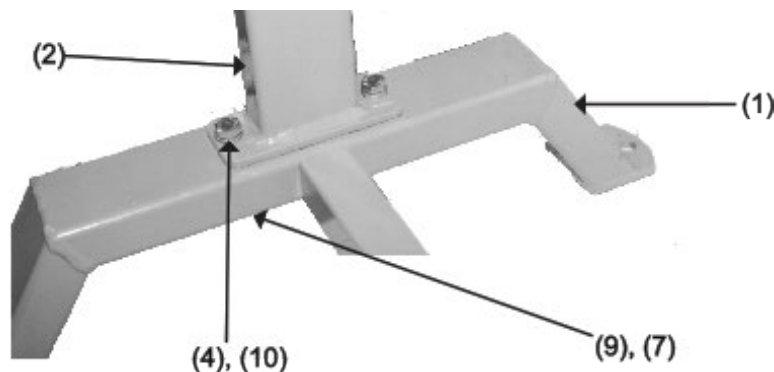

Figura 1
1. Collegare il supporto principale (3) al supporto del tavolo (2). Inserire due bulloni (6) con rondelle (10) attraverso il supporto del tavolo (2) e il supporto principale (3). Inserire altre due rondelle (10), le rondelle elastiche (9) e avvitare i dadi (7).
2. Fissare il supporto del tavolo (2) alla gamba (1). Inserire due bulloni (4) con rondelle (10) attraverso il supporto del tavolo (2) e attraverso la gamba (1). Inserire altre due rondelle (10), le rondelle elastiche (9) e avvitare i dadi (7). Per i dettagli vedere la Figura 1.